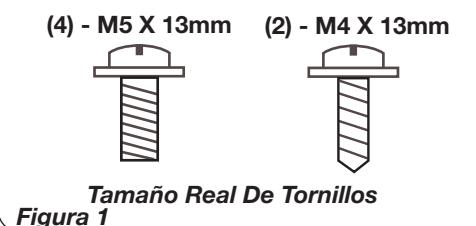

Figura 1
### FUNCIONAMIENTO (Figura 1 a 3)
3. Cuando el Calentador se conecte por primera vez, se oirá un "bip" y la **Luz de Encendido** se encenderá indicando que hay electricidad en la unidad. La **Luz de Encendido** permanecerá encendida hasta que el Calentador sea desconectado del tomacorriente eléctrico. (Figura 1)
6. Al encender el Calentador, la unidad estará en calor ALTO (III) (1500 vatios) y mostrará la temperatura actual de la habitación (Figura 1).